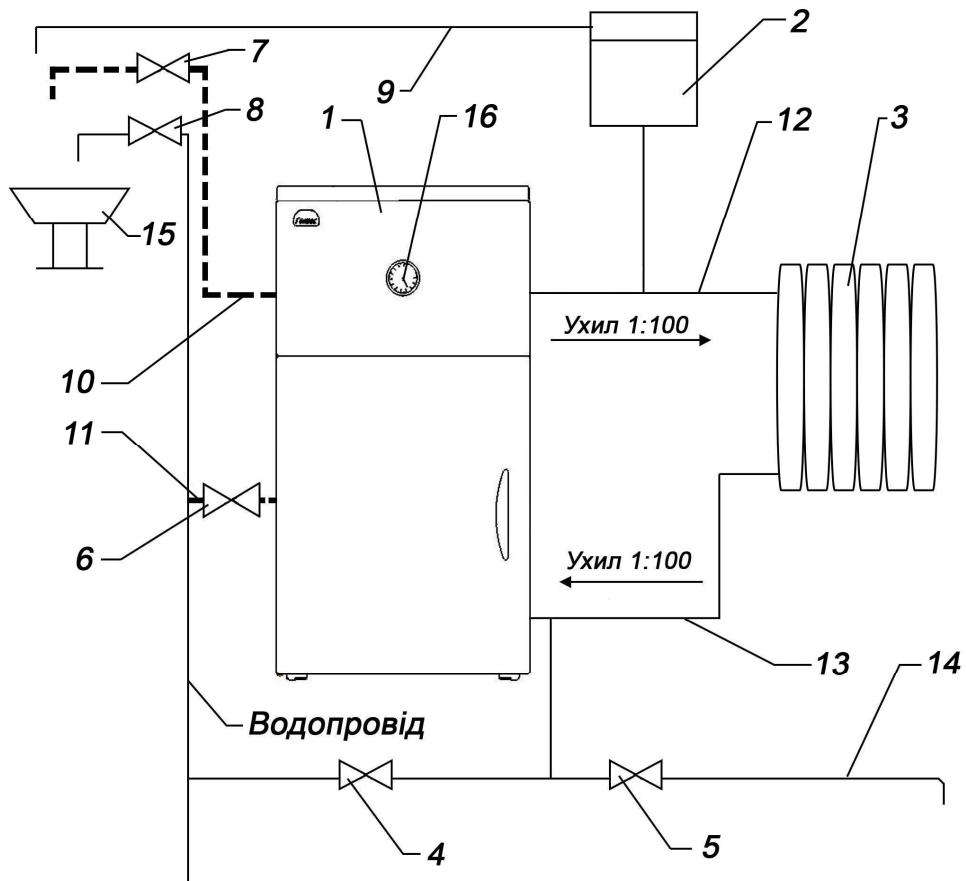
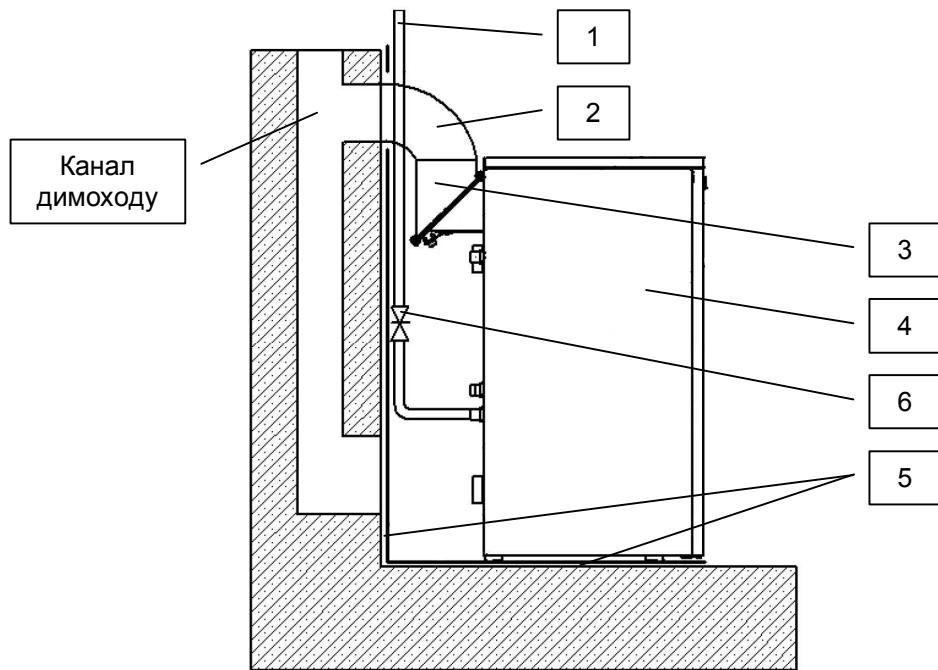

Рис.3 – монтаж апаратів АОГВ і АКГВ
Рис.4 - схема підключення апарату до газопроводу і димоходу
Ізоляція (поз.5, рис.4) передбачається від підлоги і повинна виступати за габарити апарату на 10 см з кожного боку і 70 см зверху.
При установці апарату на підлогу з дерев'яним покриттям, остання повинна бути ізольована негорючими матеріалами - ізоляцією (поз.5, рис.4), яка виступає за габарити апарату на 10 см.
6.7 Приєднайте апарат до димоходу, газопроводу (рис.4) і трубам системи опалення (рис.3).
На газопідвідній трубі перед апаратом обов'язково повинен бути встановлений газовий вентиль (поз.6, рис.4), який перекриває доступ газу до апарату. Сполучні труби трубопроводів повинні бути точно підігнані до місця розташування вхідних патрубків апарату.
6.8 Заповніть систему опалення і апарат водою від водопровідної мережі повільним відкриттям підживлювального вентиля (поз.4 рис.3). Контроль заповнення системи здійснюється по сигнальній трубі (поз.9 рис.3).
Категорично забороняється установка запирного вентиля на подаючій магістралі холодної води контура опалення (поз.12, рис.3).
- наявність тяги в каналі димоходу (рис.4);